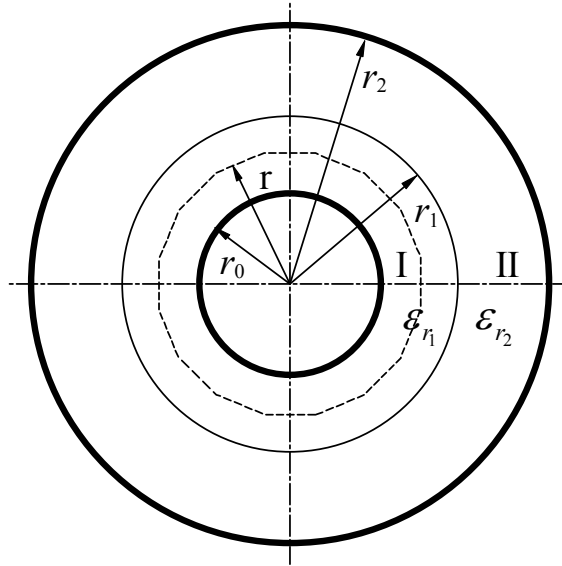

Рис. 2
2.1 Область I (рис. 2) $r_0 < r < r_1$.
Для области I (рис. 2) $r_0 < r < r_1$ получили: